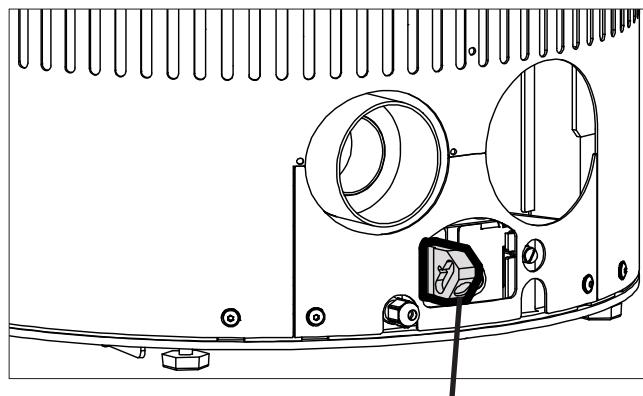

Fig.5
- Insérer le connecteur joint à la fourniture dans la douille qui se trouve à l'arrière du poêle (Fig.5). Si on veut utiliser le poêle avec ses accessoires (thermostat ambiante externe et / ou télécommande), il convient d'abord de brancher les câbles de jonction sur le connecteur comme décrit dans les notices accompagnant les accessoires.